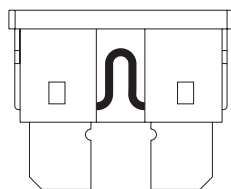

Figure 23. Fusible correct
- Examinez-le pour vérifier s'il est brûlé. Voir les figures 23 et 23A.